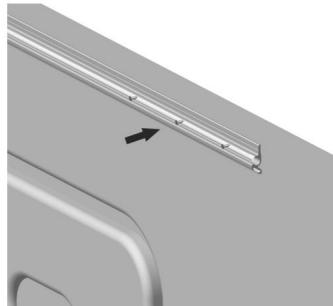
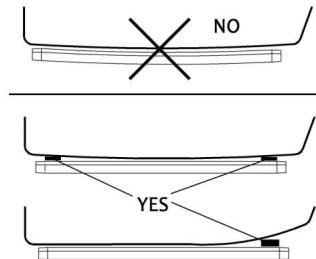

Figura C4
Figura C5
- 3.1 Saque el riel de tela y fíjelo en el exterior de la carrocería del vehículo con los tornillos B (Figura C4). El riel de tela debe instalarse horizontalmente y, de lo contrario, debe nivelarse (se debe proporcionar el bloque de amortiguación) (Figura C5). Si la carrocería del vehículo está preinstalada con una ranura de inserción de tela, se puede omitir este paso y colocar la tela.